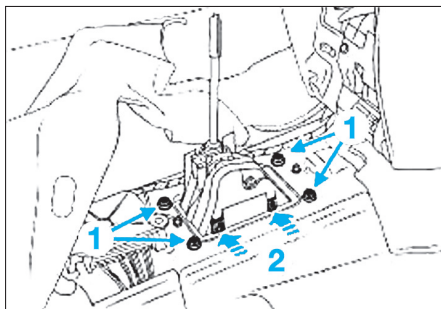

FIG. 11
- Retirer les quatre vis de fixation (1) du boîtier de commande (Fig.11).
- Appuyer sur les quatre languettes (2) pour libérer le boîtier de commande.